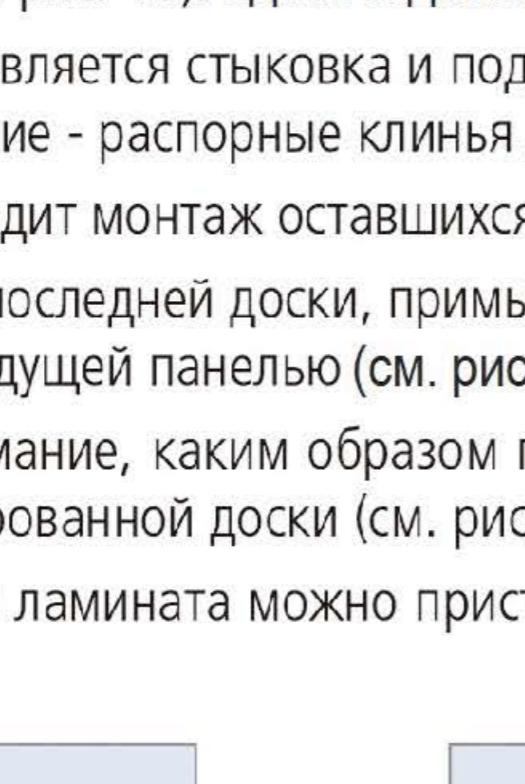

Рисунок 5
- Укладка ламината допустима на линолеум, паркетную доску или иное основание при условии соблюдения требований ровности, прочности и влажности оснований для укладки ламината. Не желательна укладка ламината поверх коврового покрытия из-за эффекта «статического разряда» и разрушения замкового соединения панелей в процессе эксплуатации (см. рис.5). Если укладка производится на бетонное основание, то относительная влажность не должна превышать 2,5%. Все неровности стяжки, превышающие 2 мм на 1 пм, должны быть устранены. Основание должно быть чистым, сухим, ровным и прочным.